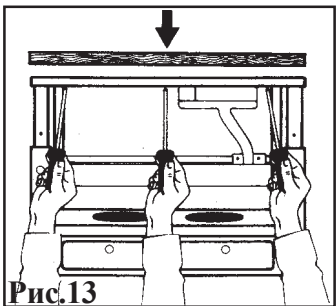

Рис.13
- Снимите экран прибора, отвинтив 3 винта, просверлите отверстия в новом экране (мебельная панель) по шаблону и закрепите его на вытяжной части тремя винтами. **Рис.13.**